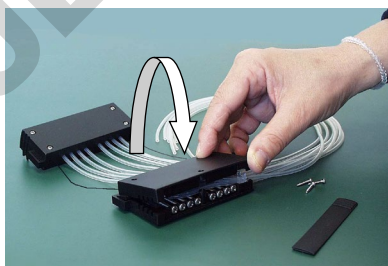

Figure 5-47. Mise en place du cache de la partie supérieure de la cassette de distribution
12. Remettez le cache de la partie inférieure de la cassette de distribution (Figure 5-47).